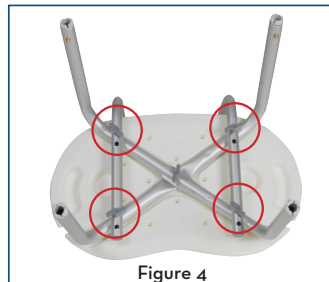

Figure 4
5. Fixer le cadre du dossier (E) au siège en alignant les trous sur le cadre du dossier soutient avec les trous sur les récepteurs de la jambe (C). Fixez à l'aide des grandes vis de serrage (B), en veillant à prêter attention à la "arrière" de l'assise (Figure 4).